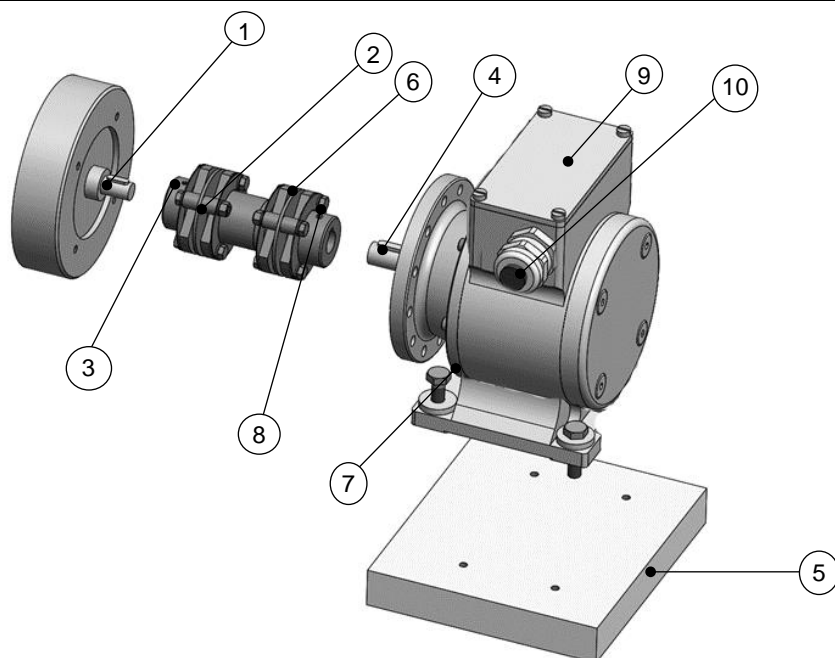

Abb. 3-2: Beispiel Bauform B35
3. Klemmkastendeckel (9) öffnen (Abb. 3-2).
4. Verschlussbolzen der Kabelverschraubungen (10) entfernen (Abb. 3-2). Die Kabelverschraubung für das Versorgungskabel ist eine EMV-Kabelverschraubung.